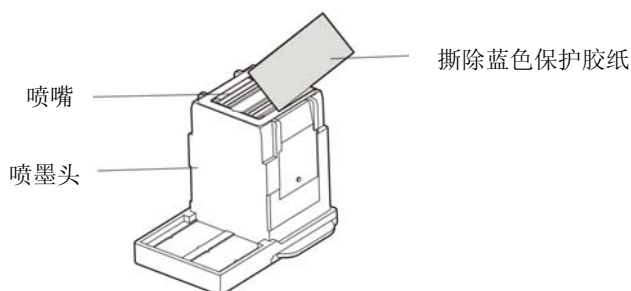

图 A-5 喷墨头
- ② 将喷头字车架上的螺丝拆除。
- ③ 从包装盒取出喷头，撕除蓝色保护胶纸（如图 A-5 所示）。